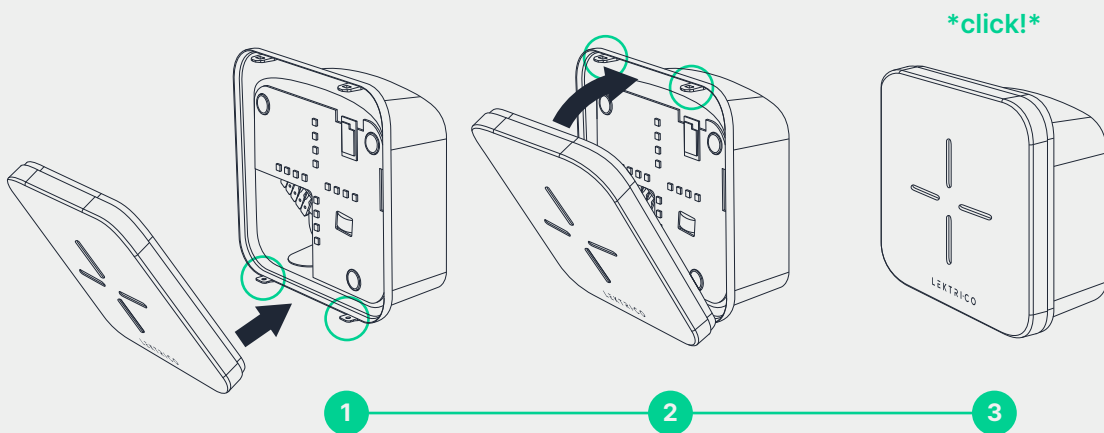

Fig. 10 - Montage du capot avant
19. Installez le capot avant en le poussant doucement en place, d'abord dans les 2 clips de fixation inférieurs, puis dans les 2 clips de fixation supérieurs. **(Fig. 10)**